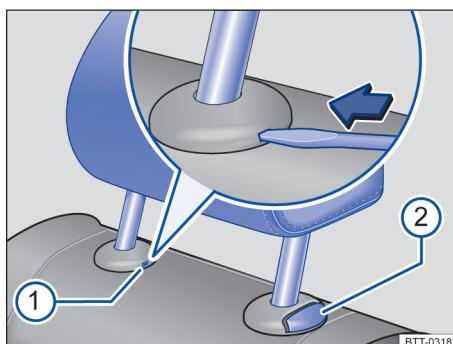

图 64 拆卸后排座椅头枕
- 将打开的车辆钥匙头或螺丝刀刀头插入护套的槽内 → 图 64①。
- 同时按压按钮 → 图 64②，由另一个人将头枕完全拉出。
- 按住按钮 → 图 64②，同时下推头枕。